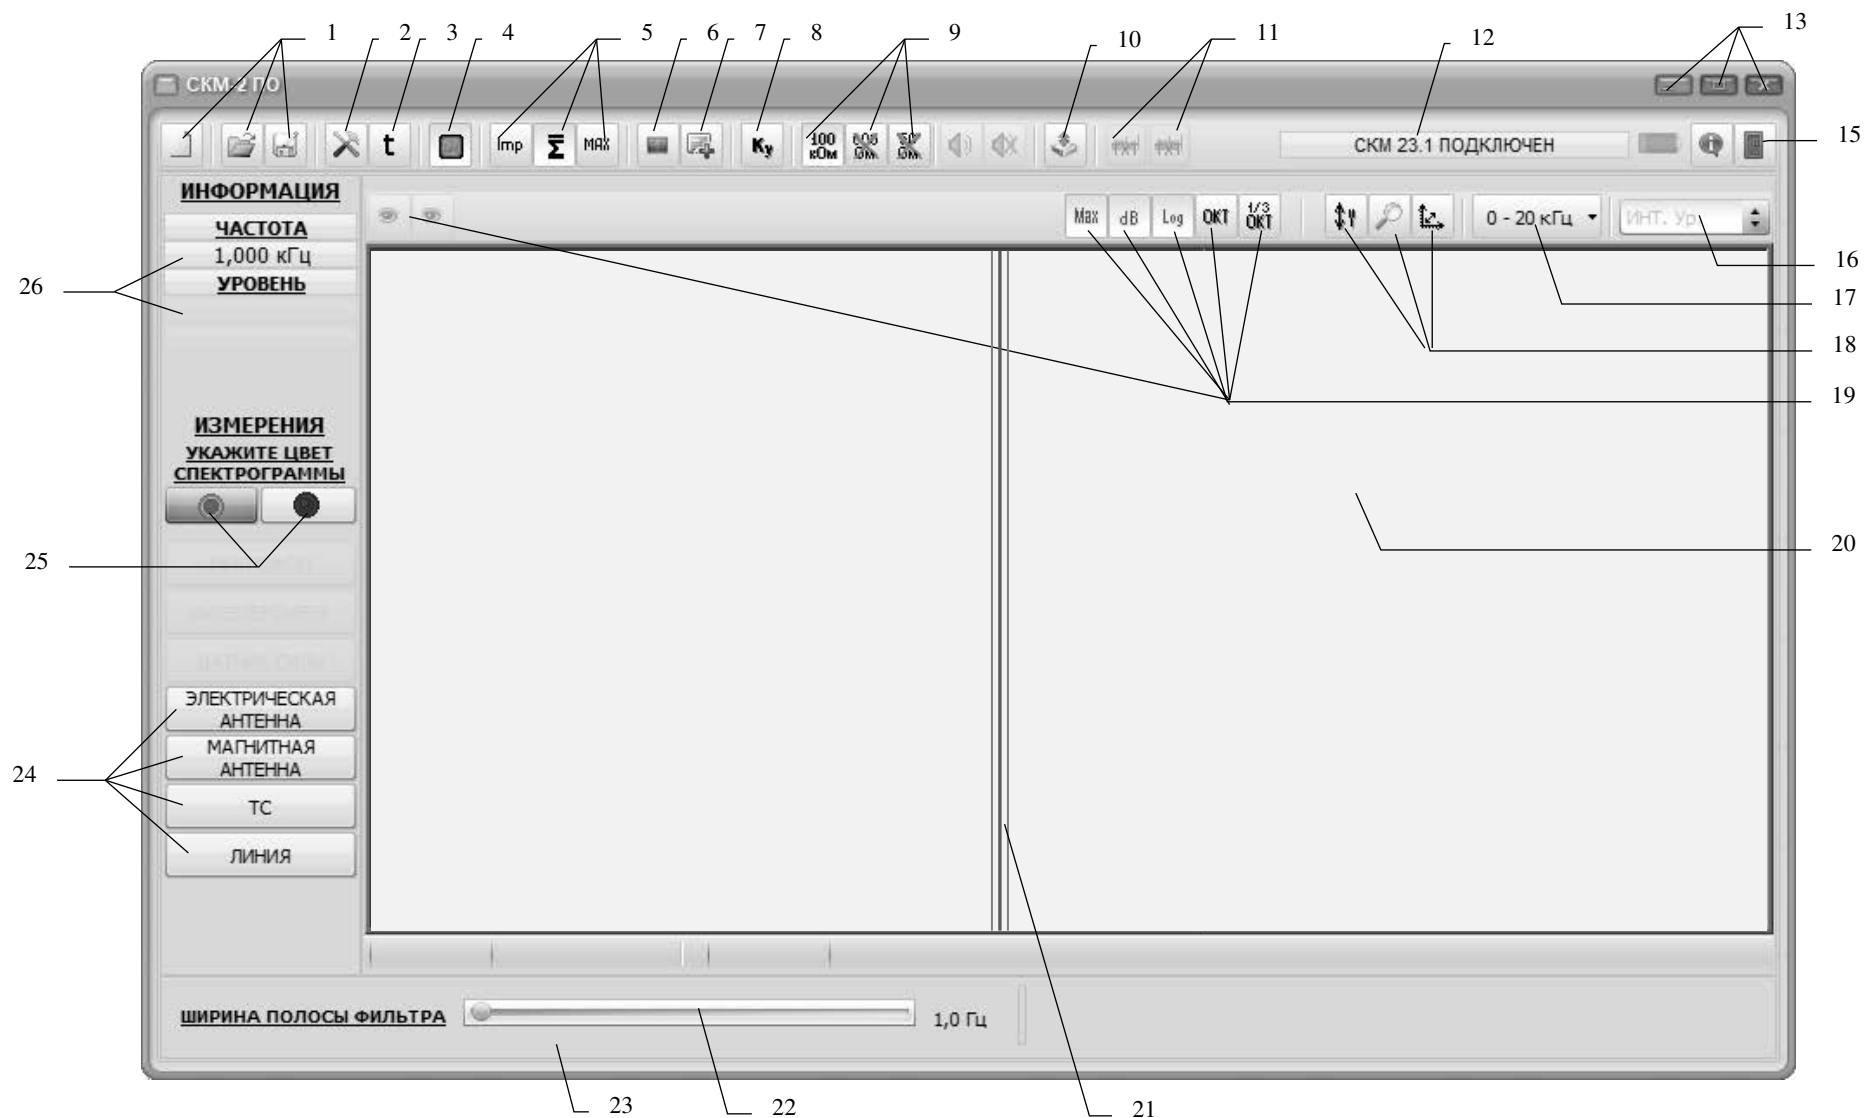
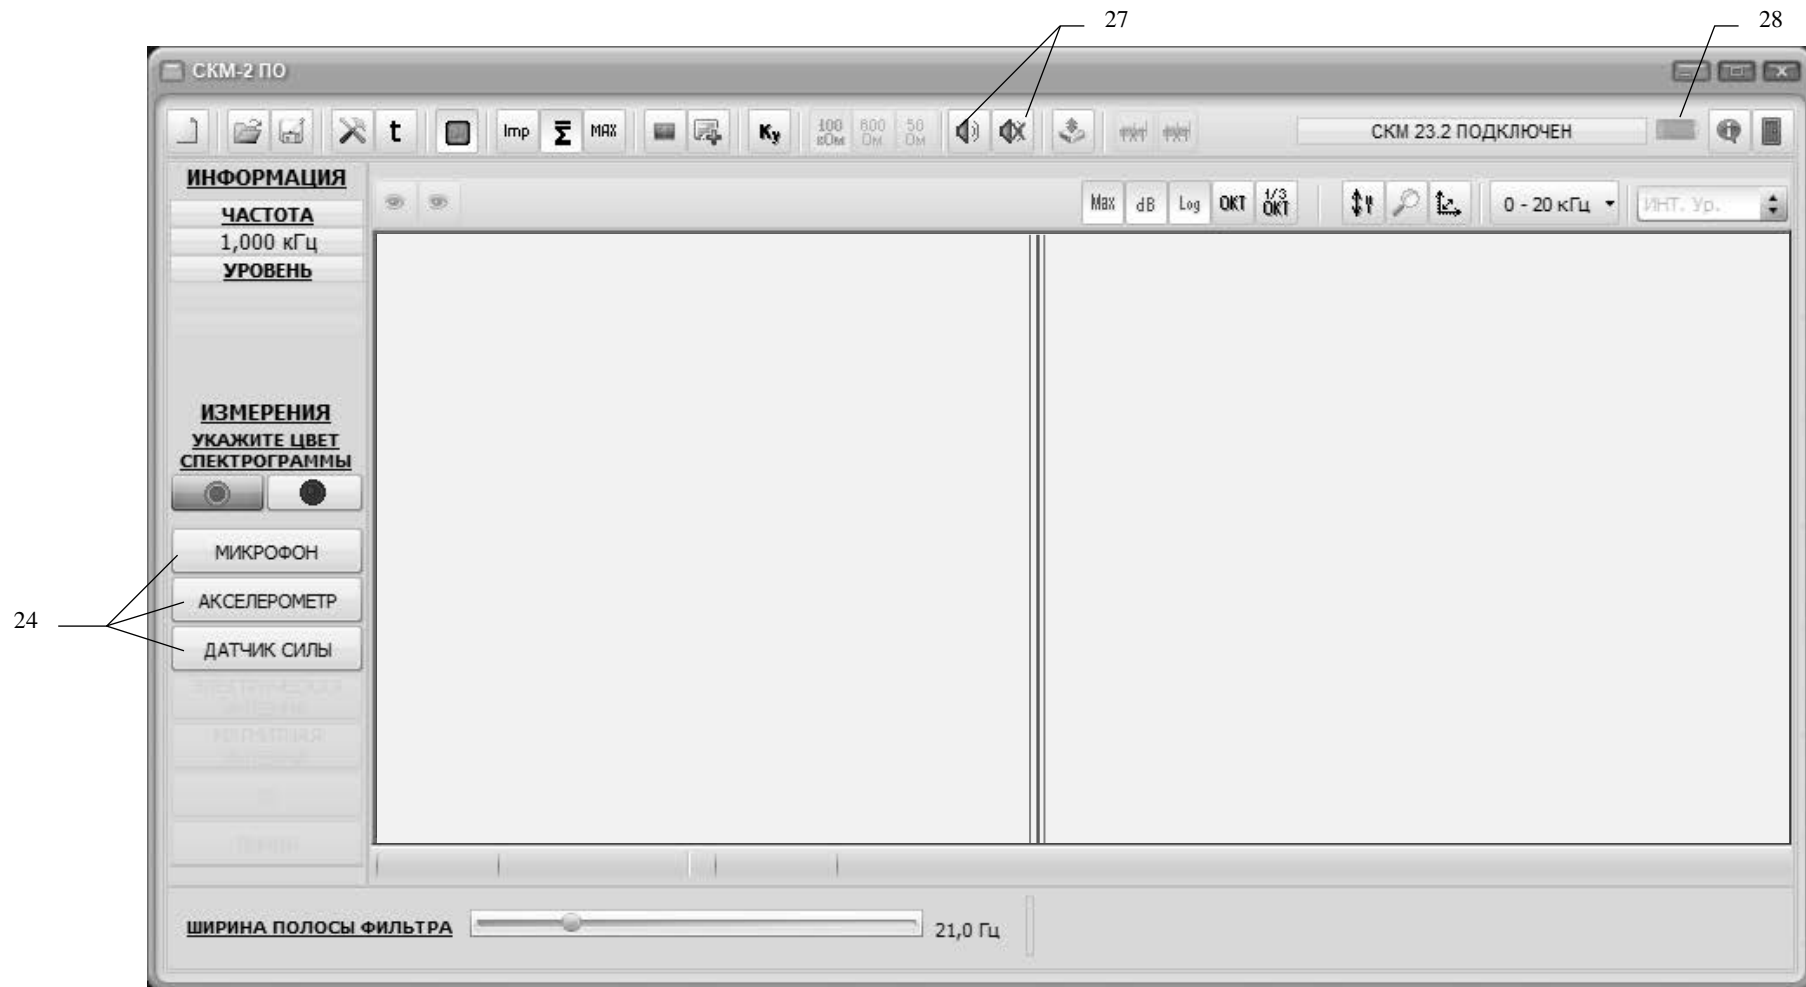
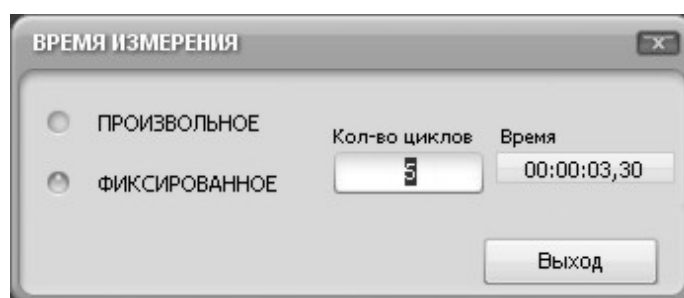
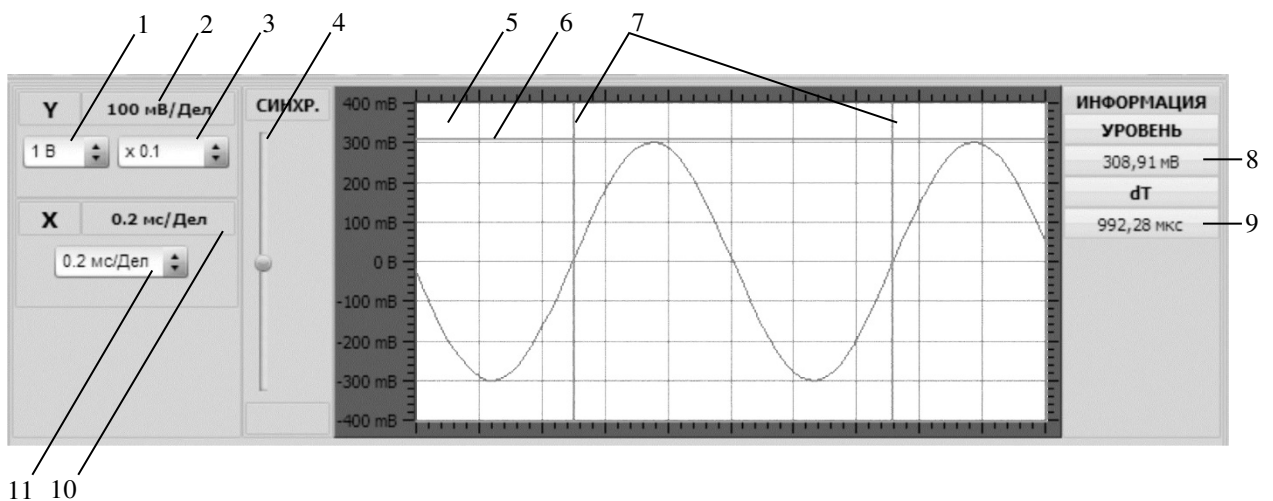

Рисунок 4 – Общий вид главной экранной формы СПО «СКМ-2 ПО» при подключении блока СКМ-23.1
Рисунок 5 – Общий вид главной экранной формы СПО «СКМ-2 ПО» при подключении блоков СКМ-23.2 и СКМ-23.2Р
Рисунок 10 – Вид экранной формы «ВРЕМЯ ИЗМЕРЕНИЯ»
Рисунок 11 – Вид окна временной развертки сигналов
9.8 После выполнения пп. 9.1-9.7 инструкции изделие полностью готово к работе. Показателем готовности изделия к работе является появление надписи «СКМ-23.1 ПОДКЛЮЧЕН» («СКМ-23.2 ПОДКЛЮЧЕН» или «СКМ-23.2Р ПОДКЛЮЧЕН») в правом верхнем углу главной экранной формы управляющей программы *СКМ2РО* (поз. 12 на рис. 4).
подключении блока СКМ-23.1 приведен на рис. 4, при подключении блоков СКМ-23.2 и СКМ-23.2Р - на рис. 5. Назначение элементов управления и индикации главной экранной формы приведено в табл.2.
10.2.2 Для работы с архивом измерений в СПО «СКМ-2 ПО» используются три кнопки (см. поз. 1 на рис.4): «НОВОЕ ИЗМЕРЕНИЕ», «ЗАГРУЗИТЬ ИЗ ФАЙЛА» и «СОХРАНИТЬ ФАЙЛ КАК...».
10.3.1 Кнопка «Калибровка» является первой в ряду кнопок задания параметров измерений (см. поз. 2 на рис.4). Она позволяет производить калибровку датчиков, подключаемых к анализаторам (микрофона, акселерометра, токосъемника, датчика силы, а также электрической и магнитной антенны). При нажатии кнопки на монитор выводится экранная форма
10.4.1 Второй по счету в группе кнопок установки параметров измерений (см. поз.2 на рис. 4) находится кнопка задания продолжительности измерений (кнопка « t »). Она позволяет выбрать один из двух способов задания продолжительности измерений, предусмотренных в СПО «СКМ-2 ПО» (первый способ - «задание продолжительности в ходе измерений», второй – «заблаговременное фиксирование продолжительности измерений»). При нажатии кнопки на монитор выводится экранная форма «ВРЕМЯ ИЗМЕРЕНИЯ», вид которой приведен на рис. 10.
10.4.2 Для выбора первого из этих способов («задание продолжительности измерений») необходимо установить метку в поле «ПРОИЗВОЛЬНОЕ». При выборе первого способа продолжительность измерений будет определяться оператором непосредственно в ходе измерения. Так, при запуске измерения (см. п. 10.8) активируется кнопка «СТОП» в поле «запускающих» кнопок (поз. 24 на рис. 4, 5). Измерение заканчивается в момент нажатия оператором кнопки «СТОП». Продолжительность измерения фиксируется в специальном поле главной экранной формы (поз. 23 на рис. 4).
10.5.1 СПО «СКМ-2 ПО» позволяет устанавливать один из двух вариантов разрешения по частоте - 1Гц или 8 Гц. Установка производится кнопкой «УСТАНОВКА РАЗРЕШЕНИЯ ПО ЧАСТОТЕ» (поз. 4 на рис. 4).
10.6.1 В СПО «СКМ-2 ПО» предусмотрено три варианта обработки спектральных составляющих анализируемого сигнала: выбор мгновенного значения, усреднение и выбор максимального значения. Каждому из этих вариантов соответствует кнопка из группы, показанной на поз. 5 рис. 4.
При выборе времени измерения «ПРОИЗВОЛЬНОЕ» (см. п. 10.4.2 настоящего руководства) усреднение результатов будет вестись непрерывно до момента нажатия оператором кнопки «СТОП» (см. п. 10.15). После остановки время измерения фиксируется в поле отображения продолжительности измерительного цикла (поз. 23 на рис. 4).
непрерывно до окончания выбранного оператором числа измерительных циклов. После остановки время измерения фиксируется в поле отображения продолжительности измерительного цикла (поз. 23 на рис. 4).
10.7.1 СПО «СКМ-2 ПО» имеет режим временной развертки сигналов, позволяющий визуализировать осциллограммы анализируемых электрических сигналов от датчиков, подключенных к любому из входов анализатора (см. п. 3.20 - 3.22 настоящего руководства), в реальном масштабе времени. Для вызова окна временной развертки сигналов используется кнопка «» (см. поз. 6 на рис.4). При ее нажатии в верхней части главной экранной формы появляется окно временной развертки, вид которого представлен на рис. 11, а назначение элементов управления и индикации приведено в табл. 3.
10.7.2 Работа в режиме временной развертки сигналов максимально приближена к работе с обычным осциллографом. Работа начинается после старта любого измерения (см. п. 10.15), при этом на экране визуализации осциллограмм (поз. 5 на рис. 11) появляются рабочие осциллограммы. Остановка обновления («развертки») осциллограмм происходит автоматически при окончании (остановке) измерительного цикла (см. п. 10.15).
10.7.3 Управление вертикальной разверткой осциллограмм производится переключателями 1, 3 (рис. 11). Переключатель 1 устанавливает цену деления вертикальной шкалы, а переключатель 3 устанавливает значение дополнительного множителя вертикальной развертки. Результирующее реальное значение цены деления вертикальной развертки отображается в поле 2.
10.7.4 Управление горизонтальной разверткой осциллограмм производится переключателем 11 (рис. 11). Значение цены деления горизонтальной развертки отображается в поле 10.
10.7.5 Управление синхронизацией временной развертки сигнала производится с помощью регулятора 4 (рис. 11). Положение регулятора задает уровень синхронизации развертки. Изменение положения регулятора производится с помощью указателя манипулятора «мышь».
10.7.6 Измерение уровня сигнала производится с использованием горизонтального маркера уровня (поз. 6 на рис. 11) экрана визуализации осциллограмм. Положение маркера устанавливается с использованием указателя манипулятора «мышь», при этом значение уровня сигнала, соответствующее положению маркера приводится в поле 8 «УРОВЕНЬ».
10.7.7 Измерение временных интервалов производится с использованием вертикальных маркеров уровня (поз. 7 на рис. 11) экрана визуализации осциллограмм. Положение маркеров устанавливается с использованием указателя манипулятора «мышь», при этом значение временного интервала, соответствующее разнице положений маркеров, приводится в поле 9 «dT» (рис. 11).